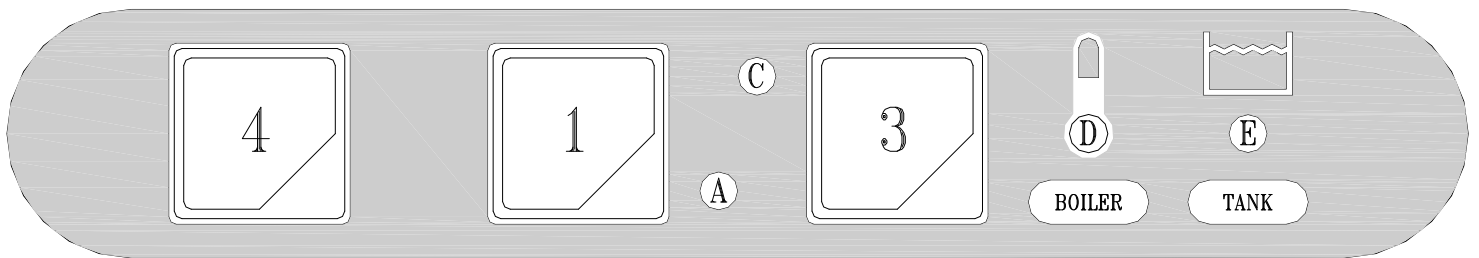

Fig. 3-2
- A riempimento avvenuto, aprire la porta (I) e introdurre il detersivo (ca. 2 gr. per litro di capacità della vasca). Inserire il cesto (L) carico e chiudere la porta (I). Selezionare il ciclo di lavaggio inserendo il pulsante (4): ciclo breve (tasto premuto) – ciclo lungo (tasto rilasciato). A questo punto premere il pulsante START (3) (almeno per 2 secondi) e avrà inizio il ciclo di lavoro visualizzato dalla lampada spia (C): la fine del ciclo coincide con lo spegnimento di questa spia. Per spegnere la macchina si dovrà disinserire l'interruttore (1) portandolo nella posizione (0) spia (A) spenta. (fig.3-2+3-3).
- When the water intake cycle is complete, open the door (I) and add detergent (about 2 g. per litre of tank capacity). Position the full basket (L) and close the door (I). Select the appropriate washing cycle by pressing button (4): short cycle (button pressed) – long cycle (button not pressed). Now press the START button (3) (at least for 2 seconds) and the wash cycle displayed by light (C) will start. When the cycle is over, this light goes out. To turn off the appliance, turn the switch (1) to 0. Light (A) indicates the appliance is off (fig.3-2+3-3).
- Nach erfolgter Füllung die Tür (I) öffnen und das Spülmittel einfüllen (ca. 2g/l Fassungsvermögen des Spülbehälters) Den gefüllten Geschirrkorb (L) einsetzen und die Tür (I) schließen. Das Programm durch Drücken des Druckknopfes (4) wählen kurzer Spülgang (Taste gedrückt) – langer Spülgang (Taste losgelassen). Nun die START-Taste (3) mindestens 2 Sekunden lang drücken, und das Spülprogramm beginnt, die Kontrolllampe (C) leuchtet auf und am Programmende erlischt die Kontrolllampe. Um das Gerät auszuschalten, muß der Schalter (1) auf die Position 0 gestellt werden, die Kontrolllampe (A) erlöscht (fig.3-2+3-3).
- Lorsque le remplissage est terminé, ouvrir la porte (I) et verser le déterfif (environ 2 g pour chaque litre remplissant la cuve). Introduire le panier (L) plein et fermer la porte (I). Sélectionner ensuite le cycle de lavage en actionnant le bouton-poussoir (4) cycle court (touche enfoncée) – cycle long (touche relâchée). A ce stade, presser le bouton-poussoir START (3) (au moins 2 secondes) et le cycle de fonctionnement commencera, visualisé par la lampe-témoin (C). La fin du cycle coïncide avec l'extinction de ce voyant. Pour arrêter la machine, il faudra débrancher l'interrupteur (1) en le ramenant sur la position 0: lampe-témoin (A) (fig.3-2+3-3).
- Después del llenado, abra la puerta (I) y vierta el detergente (2 gramos aproximadamente por litro de capacidad de la cuba). Introduzca el cesto (L) carga y cierre la puerta (I). Seleccione el ciclo de lavado por medio del selector (4) ciclo breve (tecla pulsada) – ciclo largo (tecla soltada). Pulse ahora START (3) (almenos durante 2 segundos) para arrancar el ciclo de trabajo: se enciende la luz testigo (C), que se apagará al final del ciclo. Para apagar la máquina desconecte el interruptor (1): posición 0, luz testigo (A) apagada (fig.3-2÷3-3).